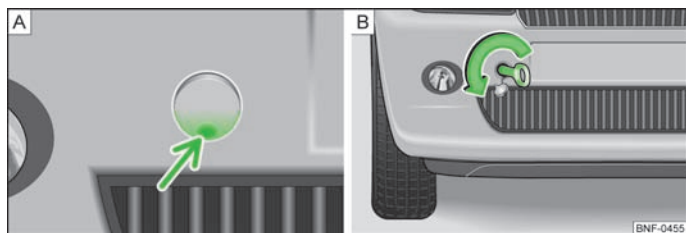

Fig. 116 Pare-chocs avant : Cache/pose de l'œillet de remorquage
- Appuyez sur la partie inférieure du cache (flèche) » fig. 116 - A pour désenclencher le verrouillage du cache.
- Visser l'œillet de remorquage manuellement à fond dans le sens de la flèche » fig. 116 - B. Pour le serrage, nous recommandons d'utiliser par ex. la clé démonte-roue, l'oeillet de remorquage d'un autre véhicule ou un objet analogue pouvant passer au travers de l'oeillet.